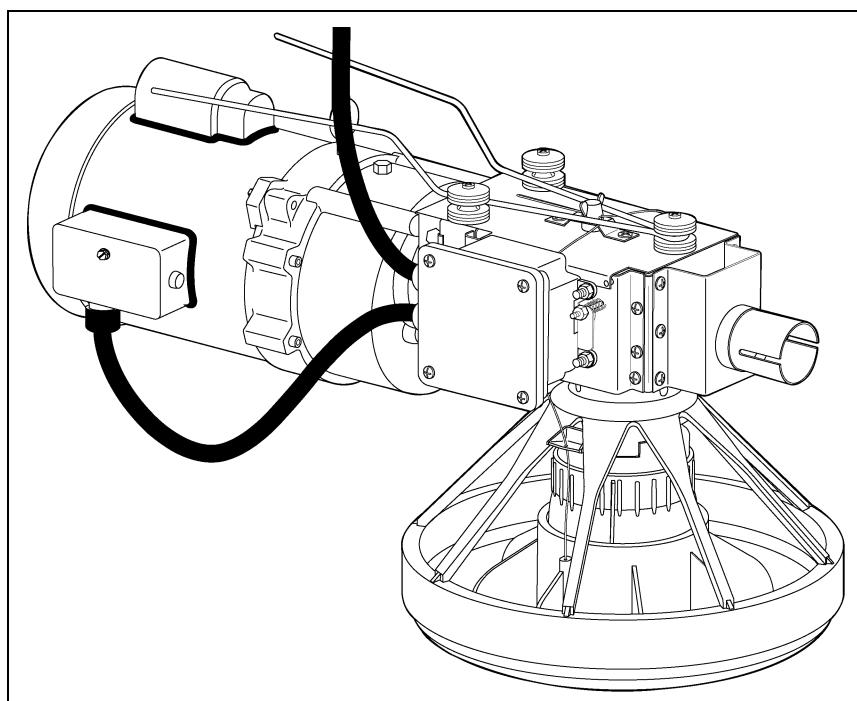

Рисунок 4S
7. Внешний вид приводного блока и концевого управляющего лотка в сборе должен соответствовать указанному на Рисунок 4S.